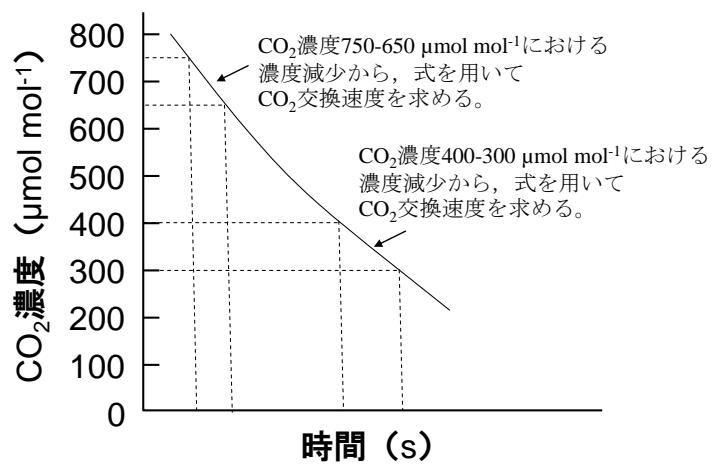

図5 それぞれの濃度でのCO2交換速度の求め方
- ・ 各光強度において、CO2濃度750-650  $\mu\text{mol mol}^{-1}$ 、400-300  $\mu\text{mol mol}^{-1}$ でのCO2交換速度を求める(図5)。